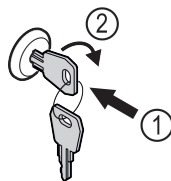

Fig. 206
- Klíč zasuňte dovnitř. Fig. 206 (1)
- Otáčejte klíčem o 90° ve směru hodinových ručiček. Fig. 206 (2)